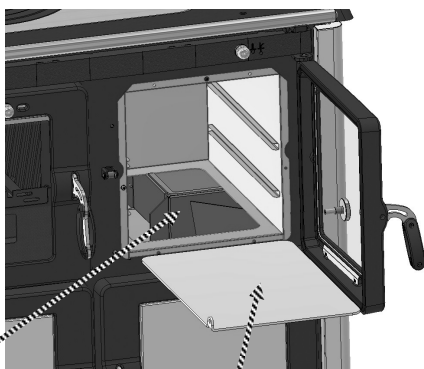

Fig. 7
Pulizia Girofumi SottoForno (Fig.7)
- Una volta eseguita la pulizia, procedere al montaggio dell'apparecchio, facendo quando descritto sopra in modo inverso, assicurarsi di eseguire un corretto assemblaggio delle parti. Attenzione al posizionamento della parte piegata verso l'alto vedi immagine Fig.7 .